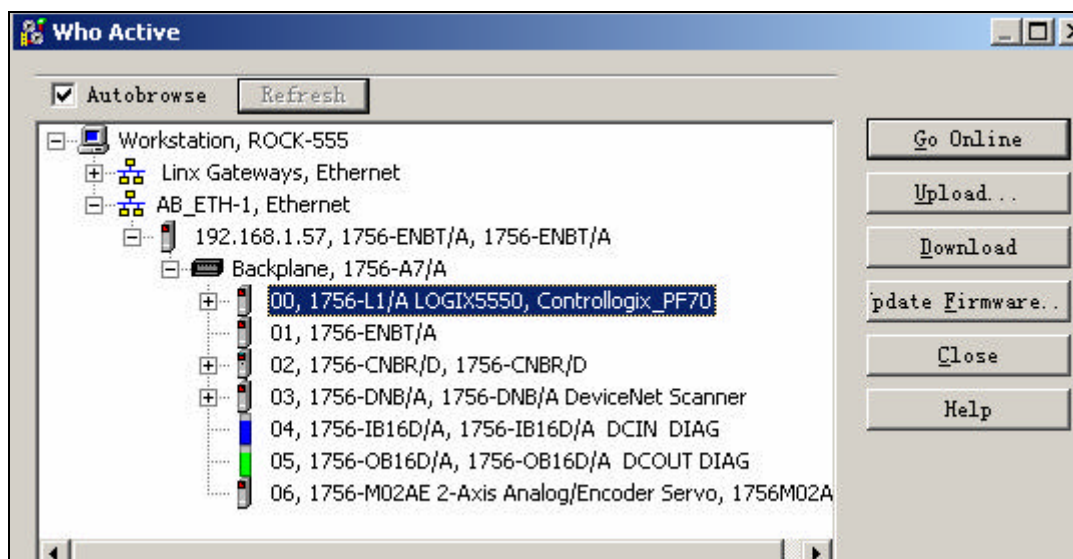

图 4-34 将程序下载到处理器中
32. 点击 *Communication e->RSWho* ,选择处理器 ,将该程序下载到处理器中 ,如图 4-34 所示。